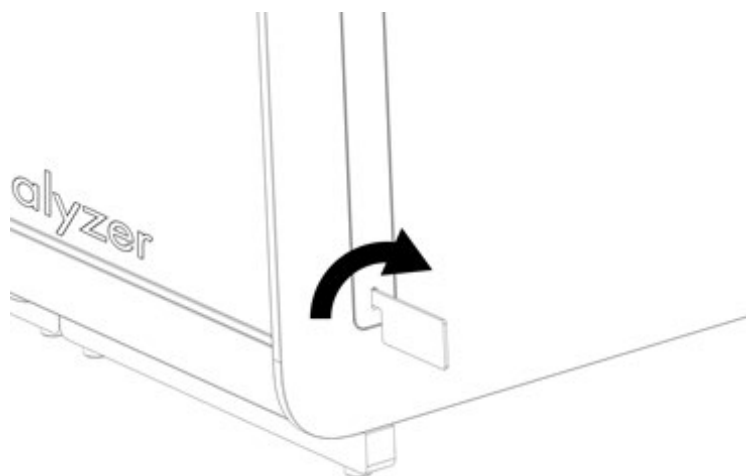

Figura 5. Scoaterea capacelor de protecție.
2. Scoateți capacele de protecție de pe părțile laterale ale modulului analitic, folosind instrumentul de îndepărtare a capacului de protecție, livrat împreună cu QIAstat-Dx Analyzer 2.0 (Figura 5).